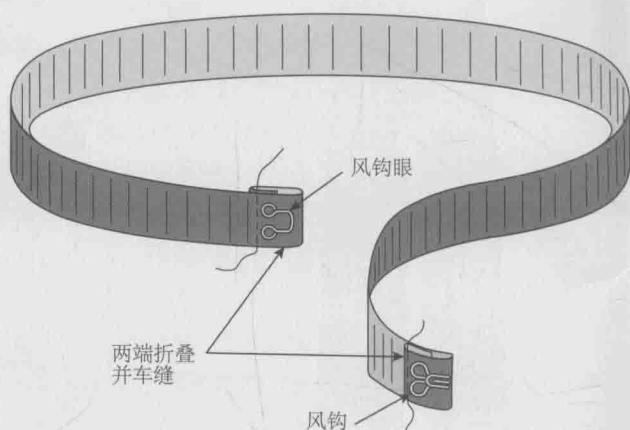

图1.8A 准备并车缝束腰带衬条
3. 在缎带一端缝一个风钩, 在另一端打上一个气孔(见图1.8A)。